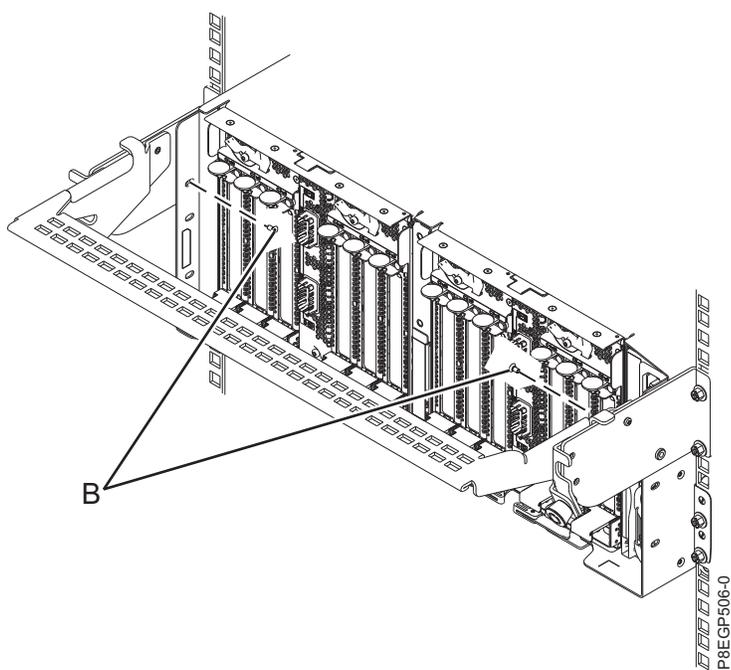

Figura 14. Colocación de los tornillos de fijación
12. Para fijar el cajón al bastidor, coloque los dos tornillos de fijación (B), tal como se muestra en la Figura 14.